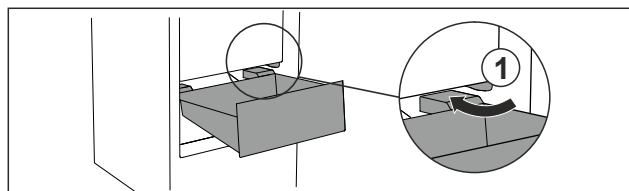

Fig. 137
- ▶ Vezesse el a fiókot ferdén az ütközők Fig. 137 (1) körül.